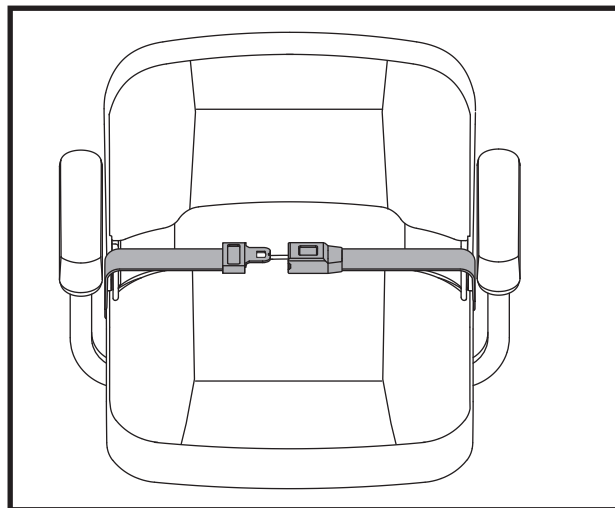

Figure 26. Ceinture de positionnement–De type attache in métal
1. Insérez l'onglet de la ceinture côté droit dans la boucle de ceinture côté gauche jusqu'à ce que vous entendiez le "clac". **Voir la figure 26.**